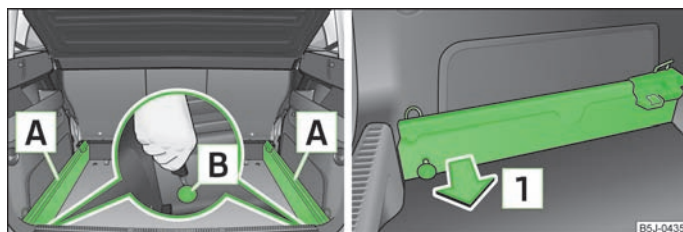

Fig. 49 Maletero: Aflojar los puntos de seguridad/retirar los carriles portantes
- Soltar los puntos de retención [B] » fig. 49 en los guías portantes con la llave del vehículo o con un destornillador plano.
- Presionar el punto de fijación [B] » fig. 49 en cada guía portante hasta el tope.